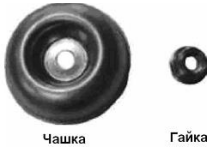

Рисунок 7
- снимите чашку с вала (рис. 7), оставив ступицу;
- снимите чашку с вала, оставив ступицу (рис.7);